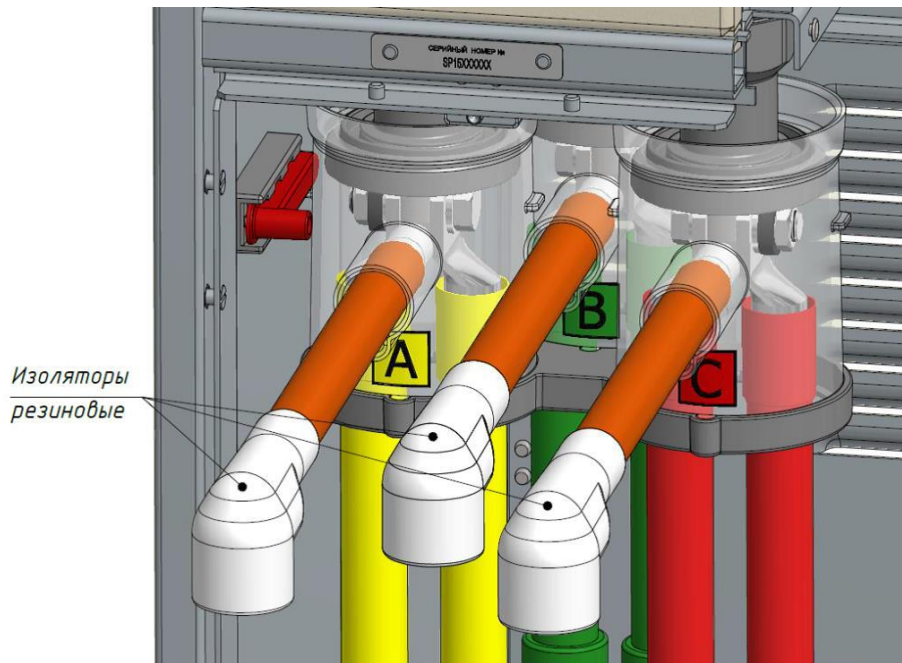

Рис.5.9. Расположение резиновых изоляторов
3. Резиновые изоляторы электродов повернуть так, что бы зона подключения «крокодила» была направлена вниз шкафа (рис. **Рис.5.9**).